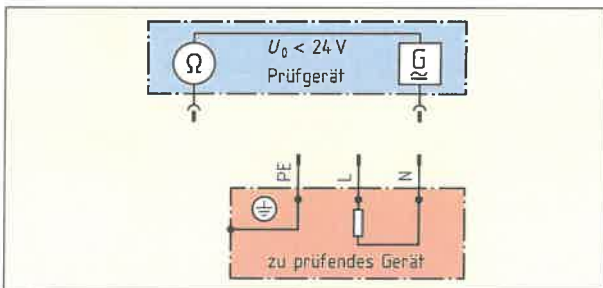

Bild 2: Messung des Schutzleiterwiderstandes
3. a) Ergänzen Sie im Bild 2 den Anschluss der Messleitungen bei der Messung des Schutzleiterwiderstandes.